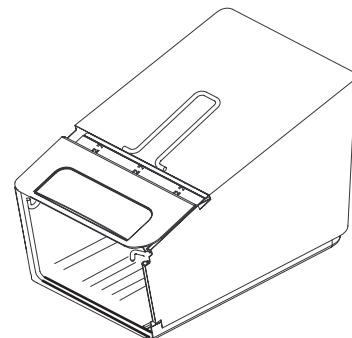

Figure 6
1. Cadre du bac à herbe (2)      2. Panneau latéral (2)
2. Placez bien les côtés du bac à l'intérieur du cadre, comme illustré à la Figure 6.